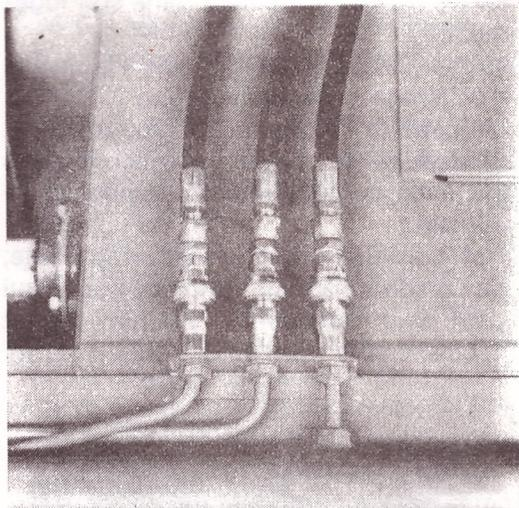

FIG. 8
- accoupler les raccords hydrauliques (fig.8) en vissant les manchons ;